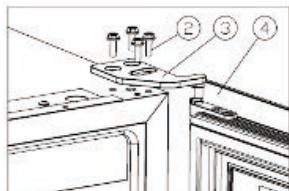

Figura 2
- Desaperte os 16 parafusos M5\*②, desmonte a dobradiça inferior direita ⑤.[Figura 2]